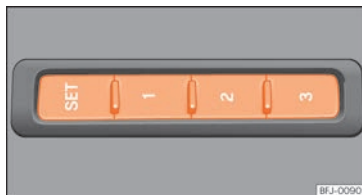

Fig. 111 No lado exterior do banco do condutor: botões de memória.
- Pressione o botão **SET** durante mais de 1 segundo »» **Fig. 111.**